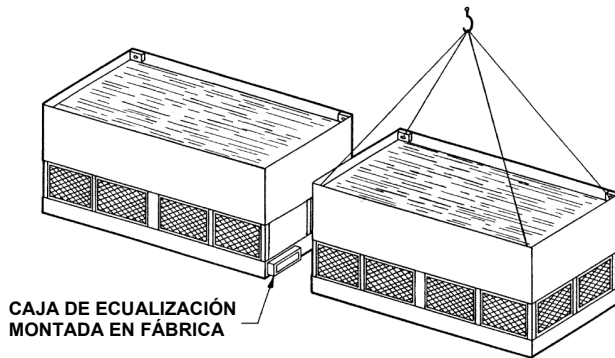

Figura 4 - Posicionamiento Sección de Bandeja Contigua
4. Levantar y posicionar la segunda sección de bandeja, enfrentando las aberturas de ecualización y apoyarla sobre las vigas de soporte como se muestra en la figura 4.